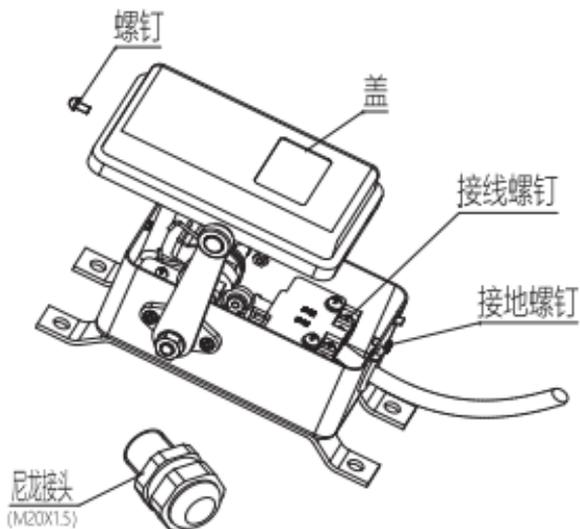
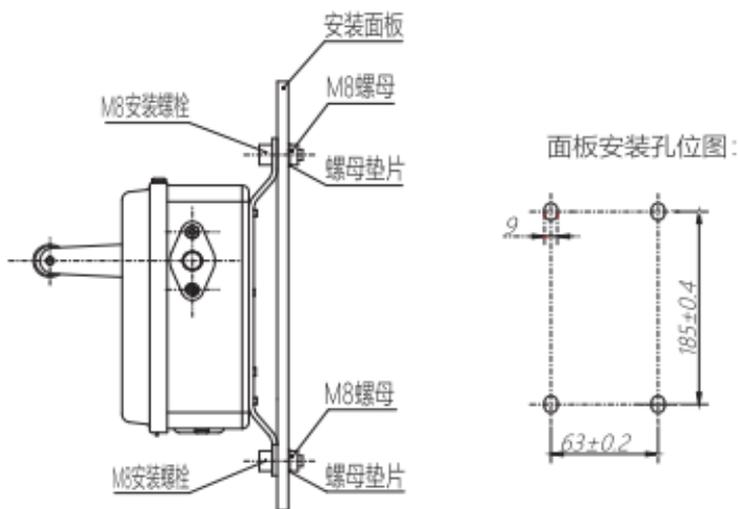

图3 布线示意图
图4 YBLX-22安装示意图
7.2.1 安装：松开盖螺钉→按图3接线→拧紧盖螺钉→按图4安装。